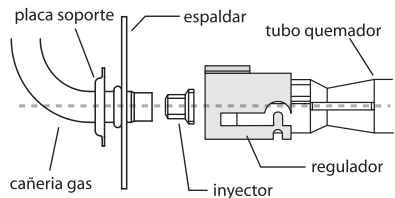

fig.17
- 3.- Con una llave de copa o dado de 7 mm. (9/32) retire el inyector y sustitúyalo por el correspondiente para gas natural. (fig.17)